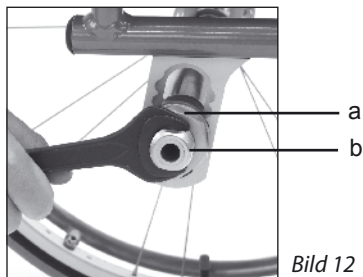

Bild 12
1. Lösen Sie beidseitig die Alu-Muttern SW 41 (Bild 12 a)
2. Stellen Sie durch Verdrehen der Antriebsradbuchse SW 24 (Bild 12 b) die